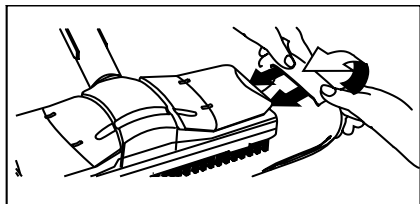

Рисунок 9
- Закріпіть ганчірку для підлоги (H3) на соплі для підлоги (H1). Для цього складіть ганчірку уздовж навпіл та поставте на неї сопло для підлоги. Затягніть виступаючі кінці ганчірки один за одним під затискачі (H2) (див. рис. 9).